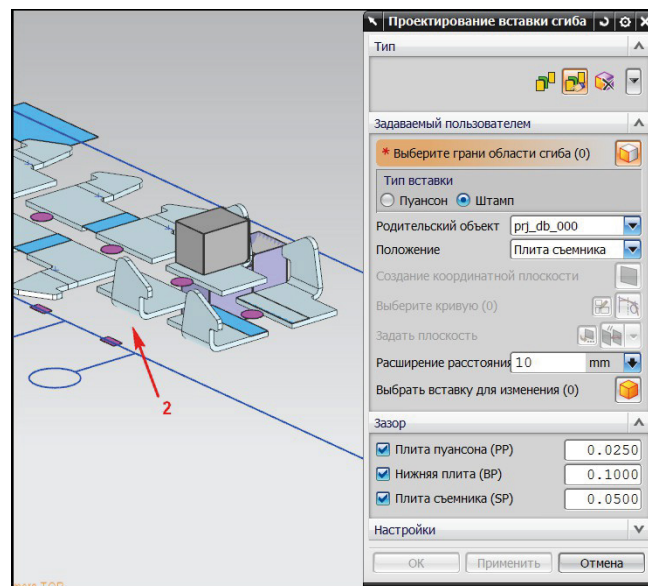

Рис. 9.9. Создание стандартного инструмента для позиции 2
13. Проведите разработку инструмента гибки пользователя для операции, которая указана стрелкой 2 на рис. 9.9.